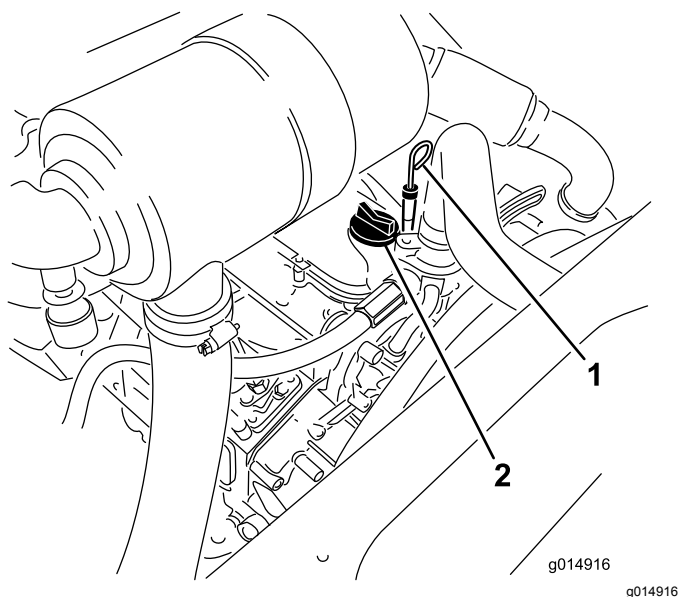

Figura 32
3. Retire la varilla, límpiela, y vuelva a colocarla (Figura 32).
5. Si el nivel de aceite está por debajo de la marca LLENO, retire el tapón de llenado (Figura 32) y añada aceite hasta que el nivel llegue a la marca LLENO. **No llene demasiado.**